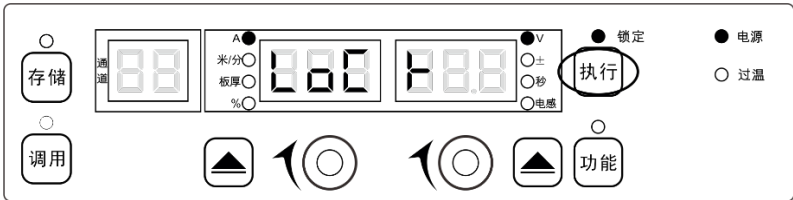

图 3-26 普通锁定界面
1. 选择好焊接参数，长按执行键 3 秒，左边数码管提示“LOCK”后，锁定指示灯闪烁，即进入普通锁定界面，如图 3-26 所示；